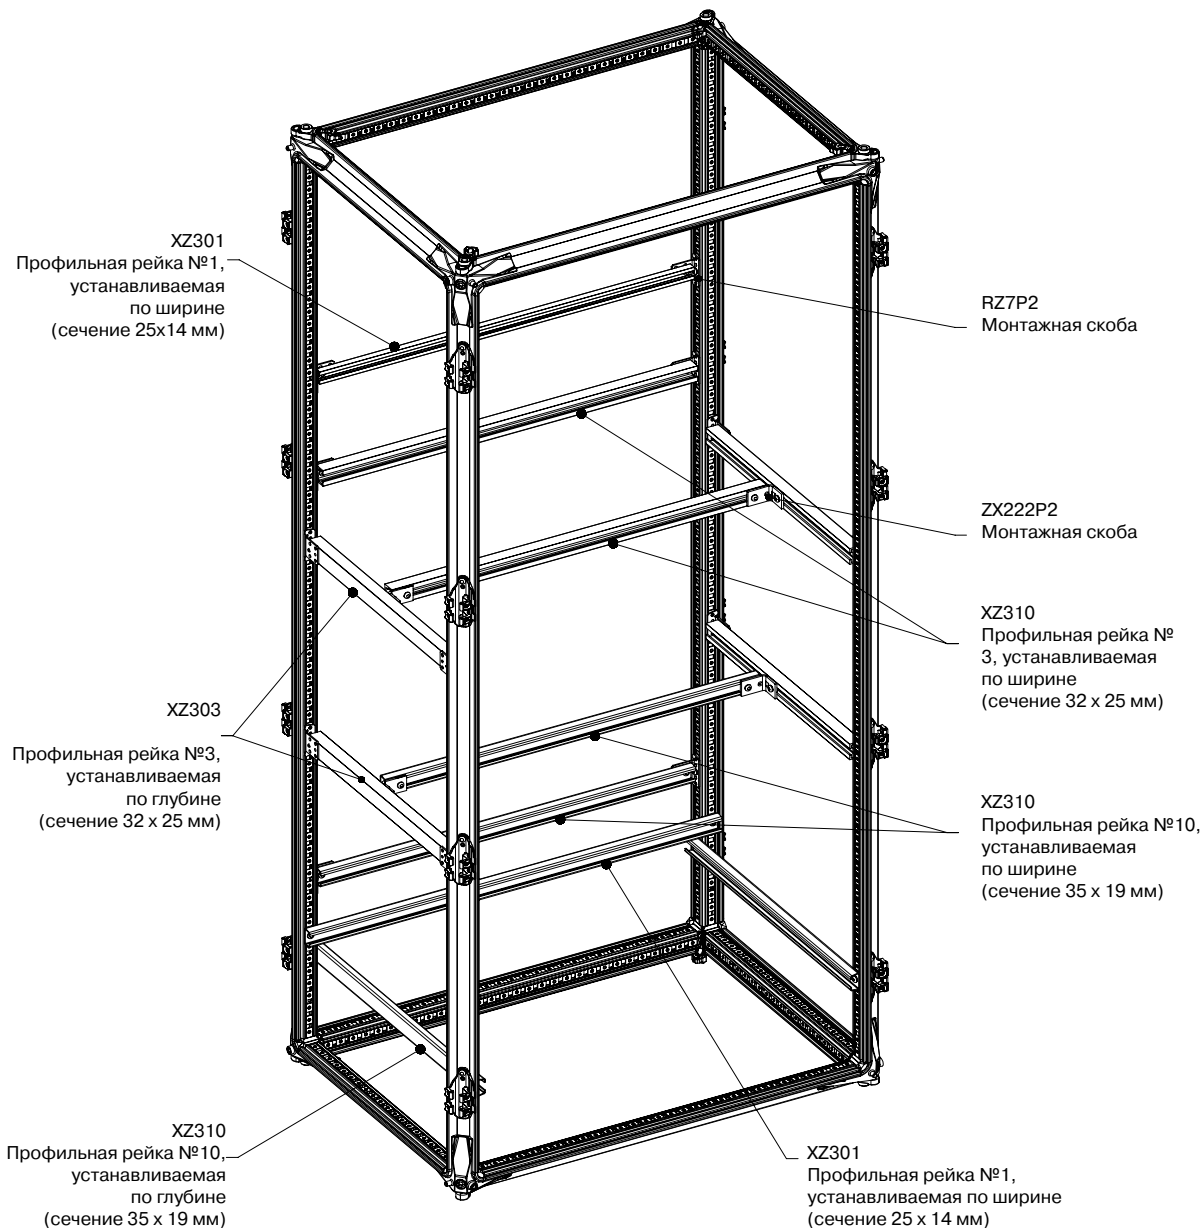

Рис. 1.15. Создание несущих конструкций с помощью алюминиевого профиля
- **Алюминиевый профиль.** Этот тип профиля является самым универсальным и экономичным среди вышеобозначенных трех типов. Наиболее популярными и востребованными на российском рынке являются модификации XZ301E и XZ303E, которые представляют из себя отрезки длиной 6 метров и приобретают законченный для монтажа вид на сборочном участке в зависимости от конкретного применения (рис. 1.15). Для крепления данного профиля к каркасу шкафа чаще всего используются скобы RZ7P2, а для соединения таких профилей друг с другом уголки ZX222P2. Далее для монтажа аппаратов, изоляторов и т.п., применяются соответствующие крепежные элементы (болты, шайбы,